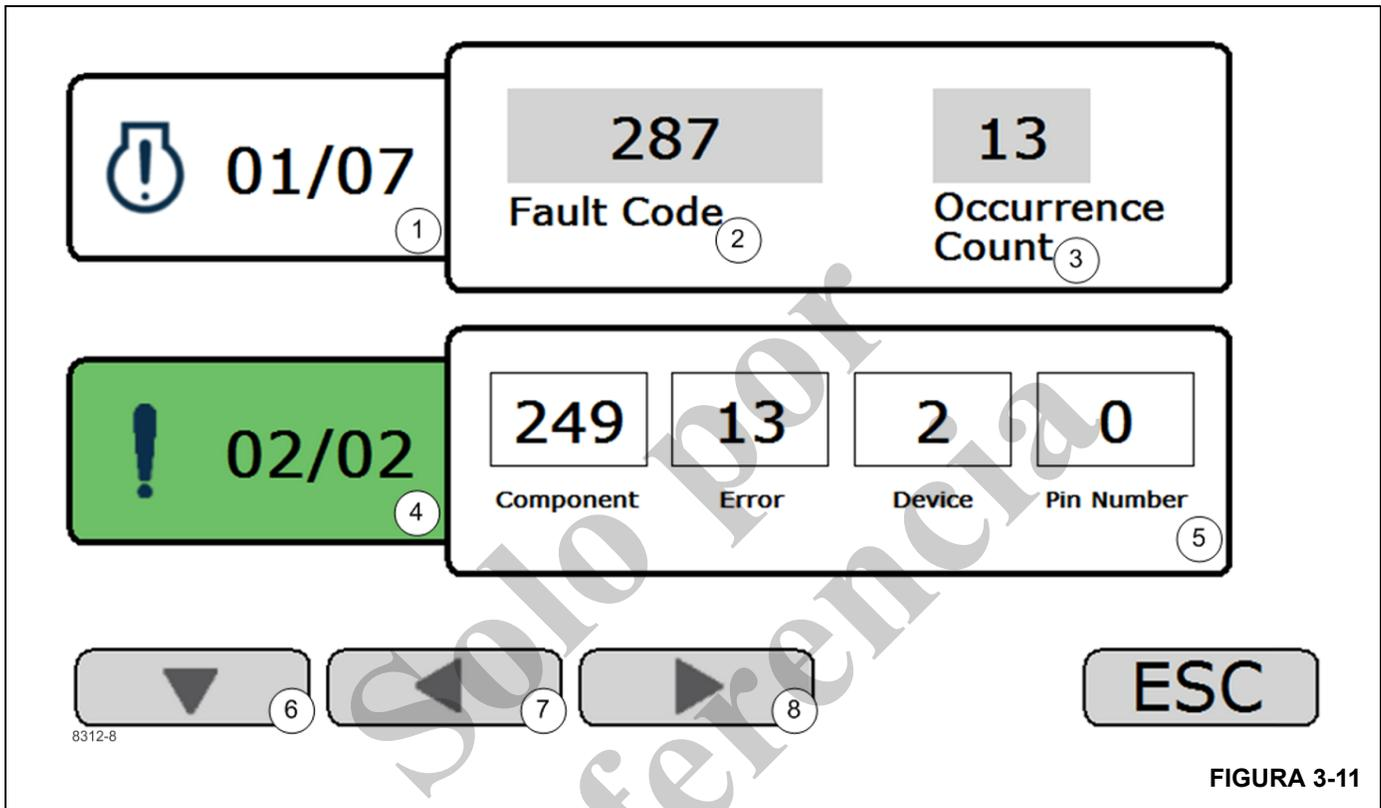

FIGURA 3-11
**Vista de fallas (Figura 3-11)**
**Falla activa de motor (1) (Figura 3-11)**